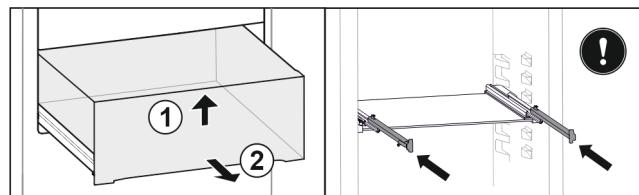

Fig. 85
► Schubfach vorne anheben. Fig. 85 (1)
► Schubfach nach vorne entnehmen. Fig. 85 (2)